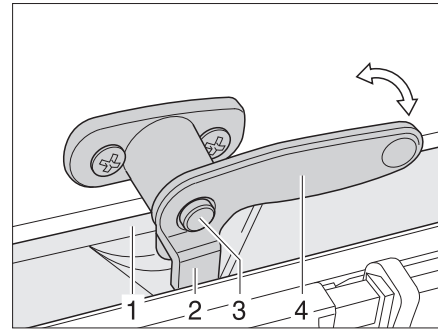

Fig. 71 Leva di serraggio con bottone di sicurezza in posizione "Chiuso"
- Se presente, premere il bottone di sicurezza (Fig. 71,3) e mantenerlo premuto.